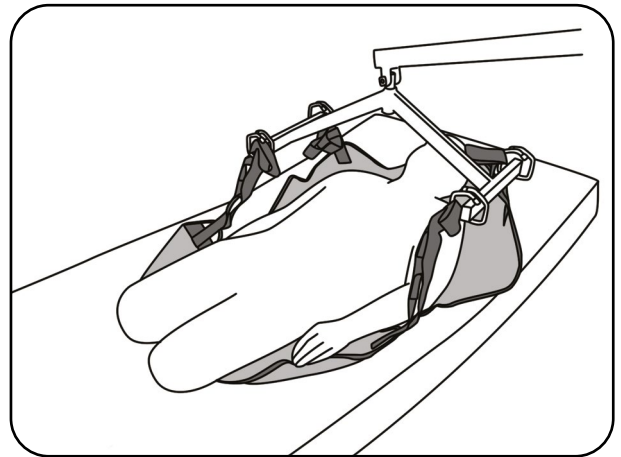

Abb. 8.3.03 - Liftergurt am Transportbügel befestigt
10. Positionieren Sie den Transportbügel entsprechend dem Kapitel Vorbereitung Abschnitt **Transportbügel der aks-Patientenlifter**. Die Position des Tandembügels in Abb. 8.3.03 ermöglicht den Transport des Patienten in sitzender Position.